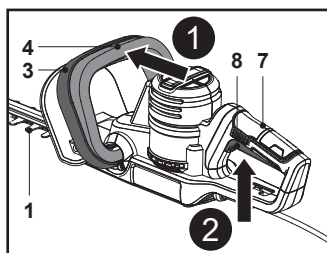

Fig. 5
1. Assegure-se de que o dispositivo de corte (lâmina) (1) não toca em quaisquer objetos. Remova a cobertura da lâmina (12) do dispositivo de corte (lâmina) (1) antes de ligar a máquina.
2. Segure a máquina com uma mão na pega dianteira (3) e a outra na pega traseira (7).
3. Prima o interruptor de segurança (4) e segure-o nessa posição (Fig. 5, passo 1).
4. Prima o interruptor para ligar/desligar (8) para ligar a máquina (Fig. 5, passo 2).
5. Liberte o interruptor para ligar/desligar (8) ou o interruptor de segurança (4) para desligar a máquina.